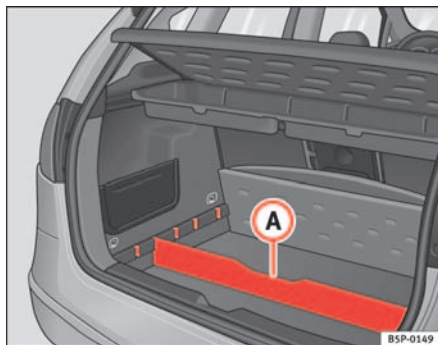

Abb. 104 Trennelement
- Das Trennelement (A) ⇒ Abb. 104 je nach Größe der zu transportierenden Gegenstände in die seitlichen Schlitzlöcher einsetzen. Unter dem Fach befinden sich die Bordwerkzeuge und das Ersatzrad.